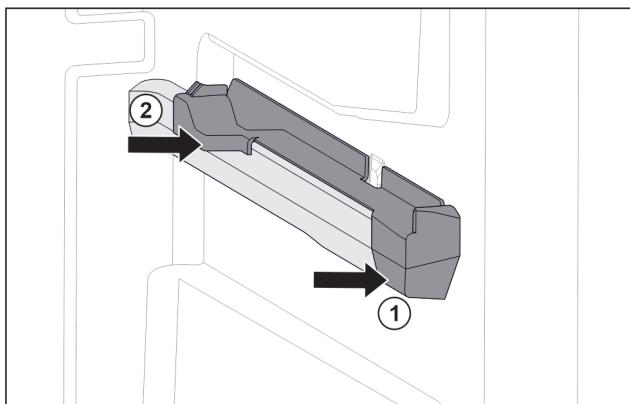

Fig. 94 Наставка върху дясното ребро на съда
- Поставете наставката отпред към реброто на съда. Fig. 94 (1)
- Притиснете наставката отзад. Fig. 94 (2)